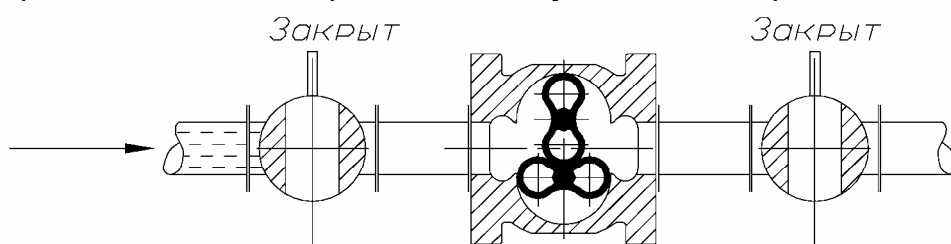

Рис.4 Положение запорных устройств до начала пуска
3.4.2 До начала пуска счётчика все запорные устройства на трубопроводе (рис.4) должны быть закрыты. При всех вариантах и на всех стадиях пуска расход газа, проходящего через счетчик, ни в коем случае не должен превышать значение максимального расхода (Q_{max}), указанного в паспорте счетчика.